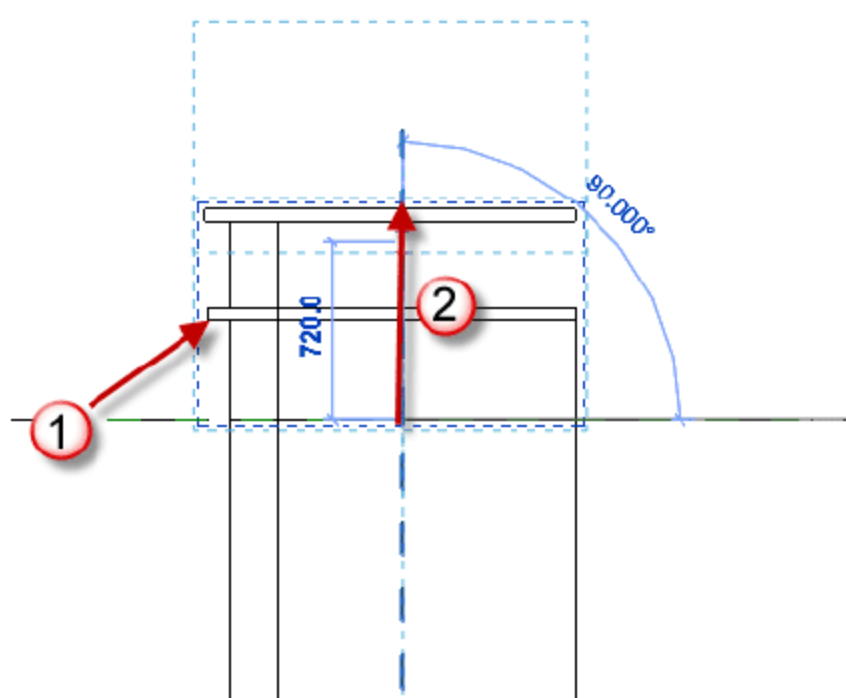
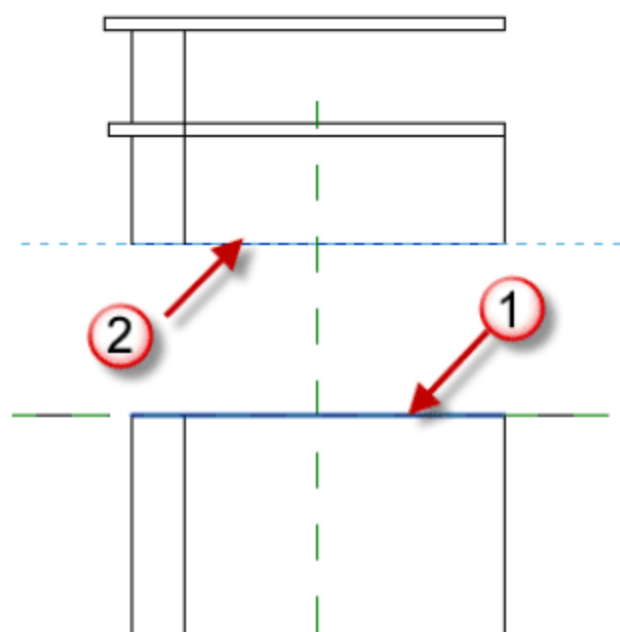
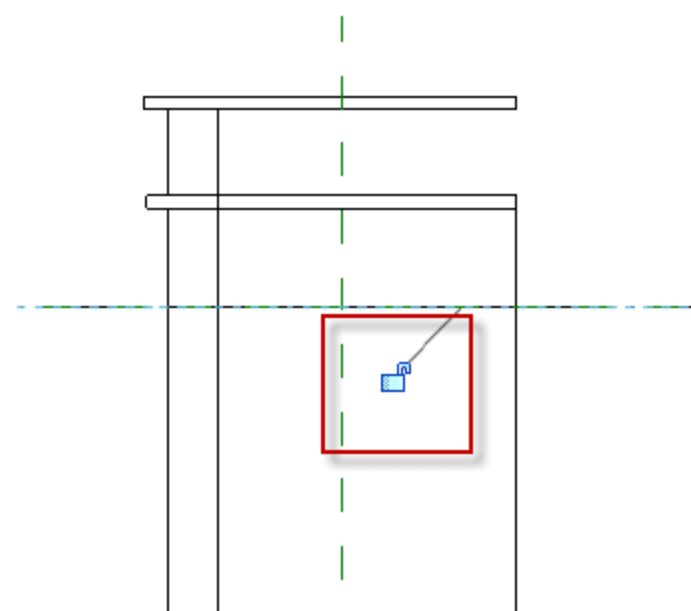

图 12.3.61 移动风道口组
图 12.3.62 拾取接触面
图 12.3.63 锁定风道
(22) 锁定突出屋面的风道。选择“风道口”组，按快捷键 M+V，将风道口组移动一定距离，如图 12.3.61 所示。按快捷键 A+L，分别拾取两个接触面，如图 12.3.62 所示。最后单击界面上的小锁，将其锁住，如图 12.3.63 所示。